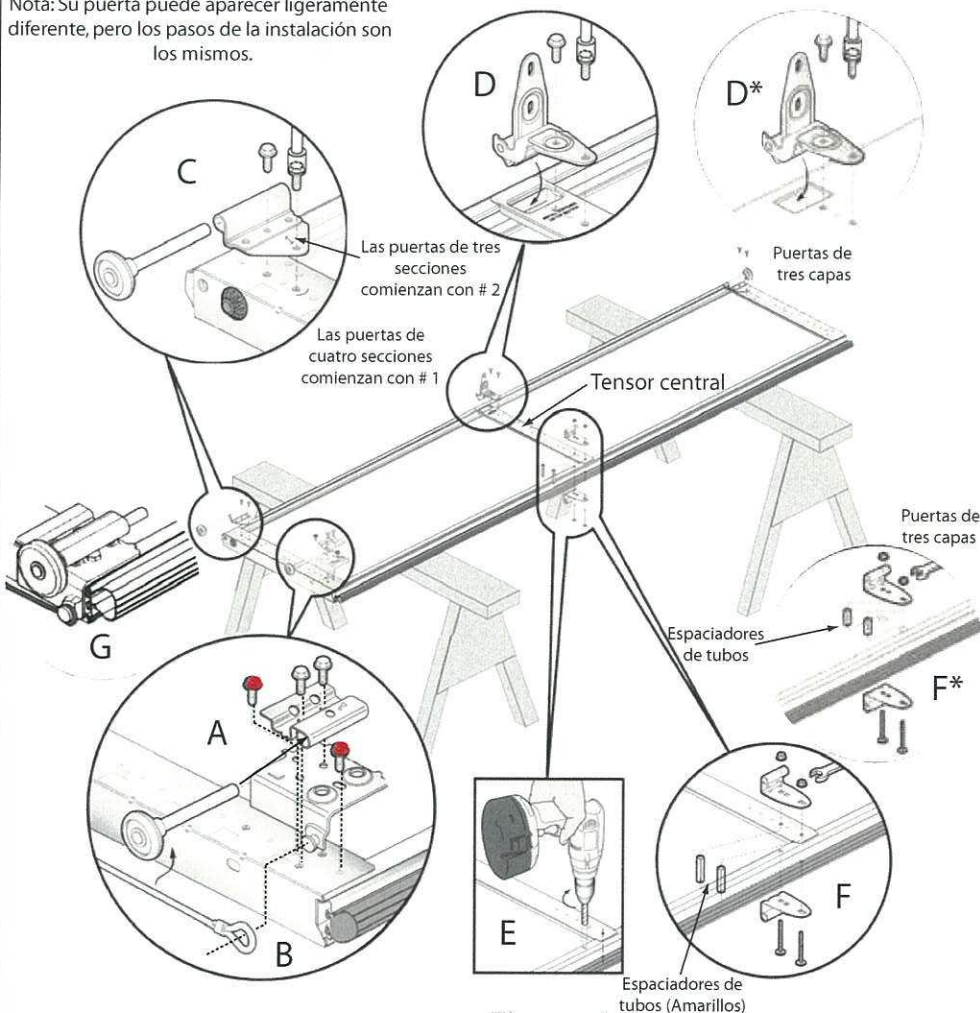

Figura 4
Localice el ensamble del soporte inferior de seguridad (Figura 2). Separe las cuatro partes (Figura 3). Coloque la sección inferior boca abajo sobre un par de caballetes sólidos y acolchados (Figura 4). Fije la base del soporte inferior izquierdo a la parte inferior del montante del extremo izquierdo (Figura 4A), alineando con los agujeros # 20 y # 23 (# 15 y # 18 en puertas de triple capa). Asegure la base con (2) tornillos universal ROJOS de 1/4" x 5/8". Alinee el transportador de rodillos del soporte inferior con los agujeros correspondientes en la base y fije con (2) tornillos universales de 1/4" x 5/8".